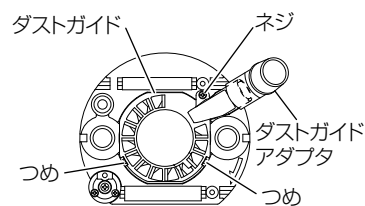

図 21
- (1) ダストガイドの2本のつめをベースの2カ所の溝に合わせて上からはめ込み、ダストガイドをネジで締め込みます。(図21)